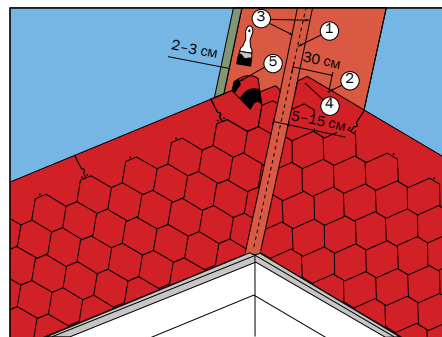

Рис. 18
Рядовая черепица укладывается поверх ендового ковра и монтируется в хаотичном порядке до линии подреза (3) в сторону оси ендовы (1) (рис. 18). Каждая черепица дополнительно фиксируется с помощью кровельных
Сначала монтаж рядовой черепицы выполняют на малоуклонном скате с нахлестом на более крутой скат на величину не менее 30 см (рис. 18). Каждая черепица дополнительно фиксируется с помощью кровельных гвоздей в верхней части (2). Не следует прибивать специальные гвозди на расстоянии ближе 30 см от центральной оси ендовы (1). Так укрывается весь малоуклонный скат крыши. Затем «отбивается» меловая линия (3) на более крутом скате.